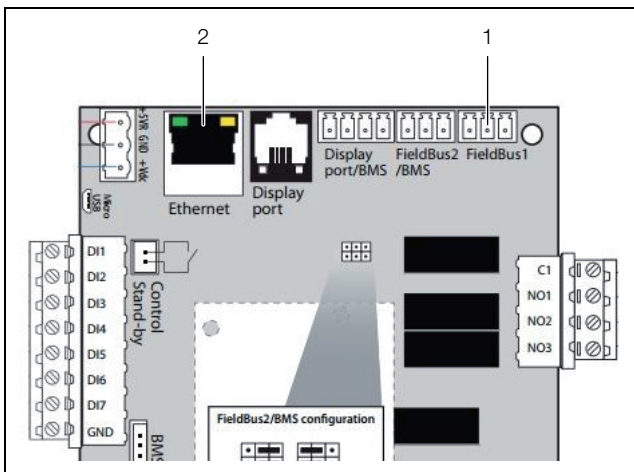

Abb. 10: Anschlüsse
- Verwenden Sie auf der Platine den Anschluss „Field-Bus1“ (Abb. 10, Pos. 1), um das Gerät mit einem Überwachungsgerät zu verbinden.
- Verwenden Sie auf der Platine den Anschluss „Ethernet“ (Abb. 10, Pos. 2), um das Gerät über Webseiten mit einem Überwachungsgerät zu verbinden.